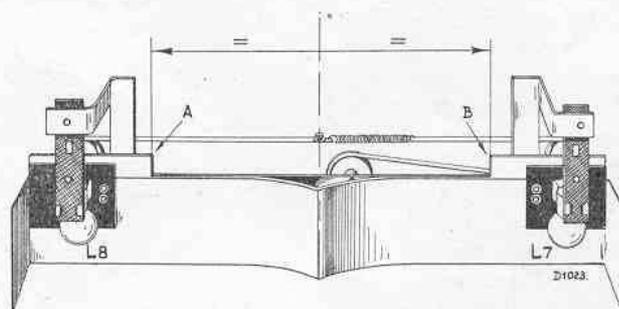

Fig. 5
15. Pour la mise au point du tambour (condensateur variable) un signal sur 350 m est appliqué à la douille d'antenne, après lequel l'appareil est syntonisé. Le tambour est maintenant placé d'une telle façon que la bride de la bande d'entraînement qui sert à entraîner le curseur, vient exactement entre les points A et B (fig. 5).